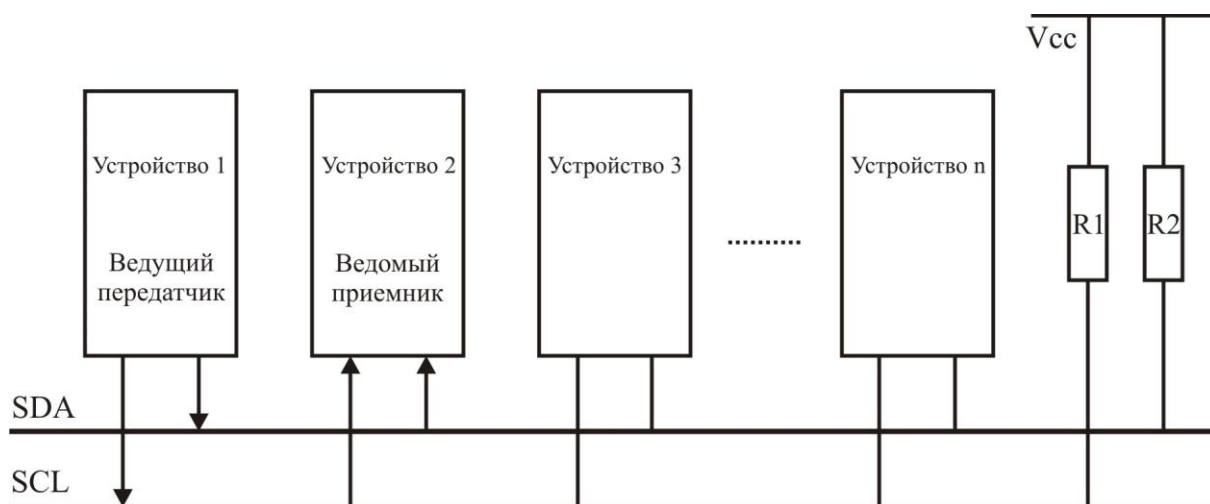

Рисунок 3.84 – Передача данных в режиме ведущего передатчика
В режиме ведущего передатчика (MT) байты данных передаются ведомому приемнику (SR) (смотри рисунок 3.84). Для ввода режима ведущего необходимо передать условие СТАРТ. Формат следующего адресного пакета определяет какой режим вводится: ведущий передатчик (MT) или ведущий приемник (MR). Если передается ВЕДОМЫЙ\_АДР+ ЗАПИСЬ, то вводится режим MT (ведущий передатчик), а если В\_АДР + ЧТЕНИЕ, то вводится режим MR (ведущий приемник). Все упоминаемые в этом разделе коды состояния в позиции бит предделителя имеют нулевые значения.